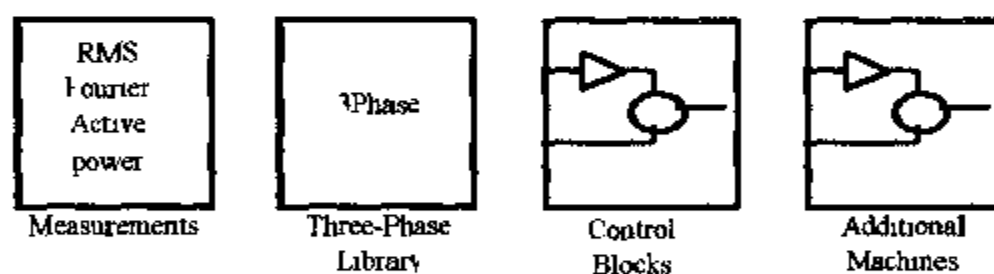

图 6.45 附加模块库中的库
7) 电源库附加模块库又包括: 测量模块库, 三相模块库, 控制模块集和附加电机模块库, 如图 6.45 所示。